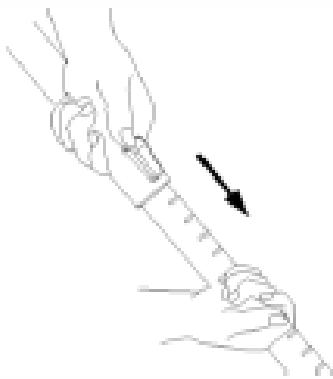

Fig. 3
- **Împingeți înainte (de la sine) fixatorul din plastic pe partea fixă a tubului telescopic și scoateți-i partea extensibilă până la lungimea necesară. Reglați lungimea tubului telescopic. (Fig. 3)**